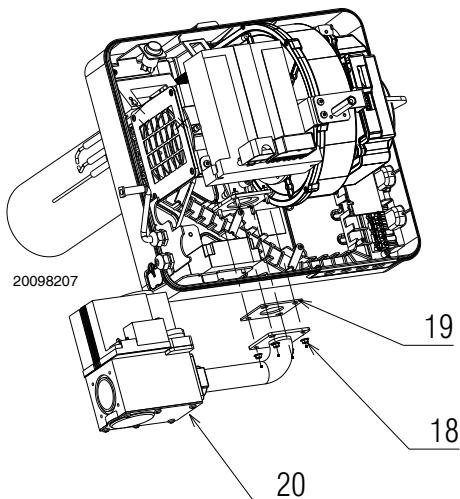

Fig. 8
- Fissare il gruppo rampa 20)(Fig. 8) mediante le 4 viti 18)(Fig. 8) presenti a corredo.
- Attenzione alla presenza della guarnizione 19)(Fig. 8) e alla tenuta gas.